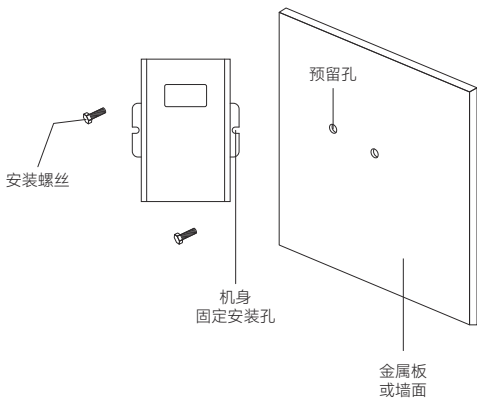

图3-1 固定安装示意图
- (1) 将选择安装的位置打孔，使用安装螺丝将产品固定。如图3-1示；